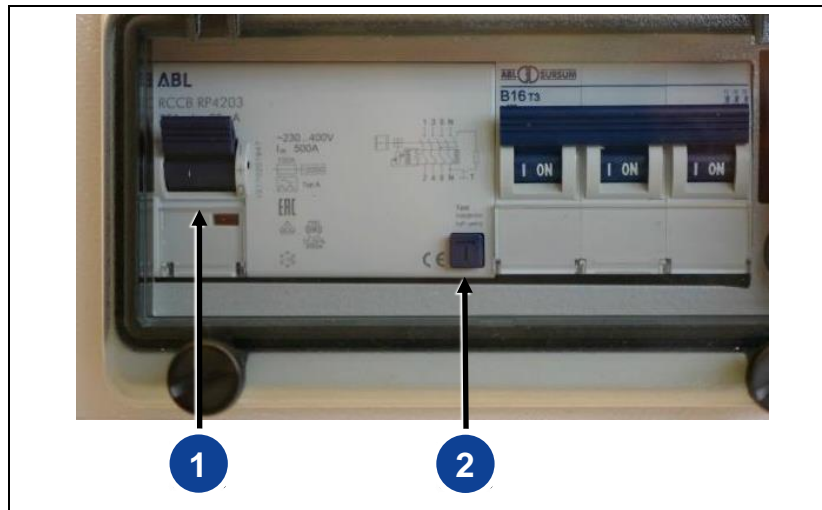

Bild 5-1: FI-brytare
Dessutom måste operatören aktivera jordfelsbrytare (RCD) genom att trycka på testknappen vid varje idrifttagning (se Bild 5-1-(2)) för att kontrollera den mekaniska funktionen.
2. Ställ skyddsbrytaren (Bild 5-1-(1)) i läge 1.
3. Aktivera testbrytare (se Bild 5-1-(2)).
- ✓ Positionen för brytaren (se Bild 5-1-(1)) visar resultatet:
4. Sätt skyddsbrytaren (Bild 5-1-(1)) i position 1 igen för att kunna driva konsumenterna på generatoren igen.